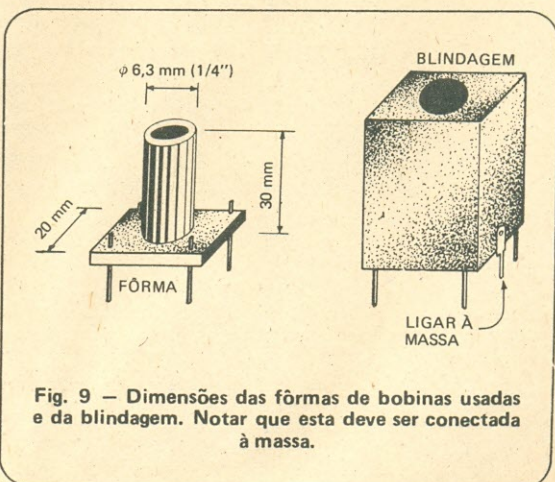

Fig. 9 - Dimensões das fôrmas de bobinas usadas e da blindagem. Notar que esta deve ser conectada à massa.
b) Usamos núcleos comuns, para bobina L3, aproveitados de um transformador de F.I. Os núcleos de tamanho médio servem perfeitamente, e têm dimensões aproximadas às dadas na Fig. 9.